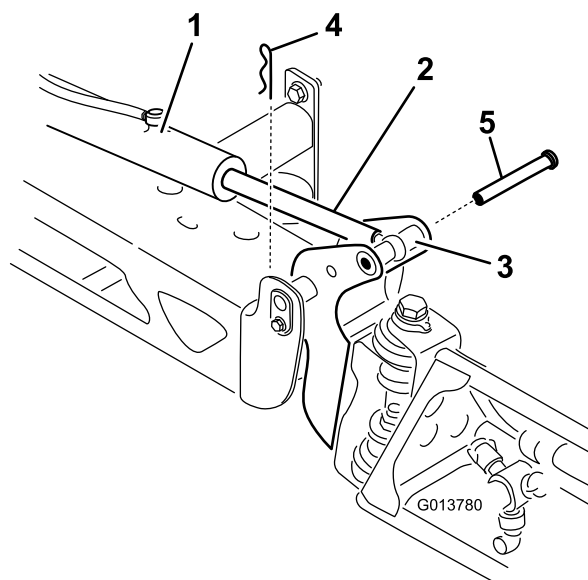

Figura 109
2. Retire o contrapino do pino de articulação (Figura 109).
3. Eleve rampa e retire o pino (Figura 109) e lentamente baixe a rampa para o solo.
9. Enquanto segura na rampa, insira o pino através tanto da articulação da rampa como da barra do acionador (Figura 109).